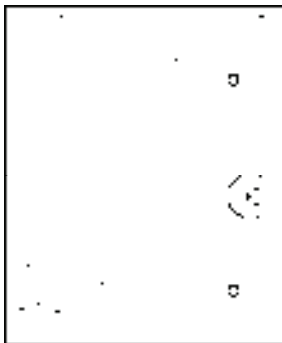

图 14-65 绘制结果
10) 双击淋浴喷头样式图标, 在弹出的“布置淋浴喷头”对话框中单击“自由插入”按钮; 在命令行中输入 A, 调整图形的角度, 单击指定插入点, 结果如图 14-65 所示。